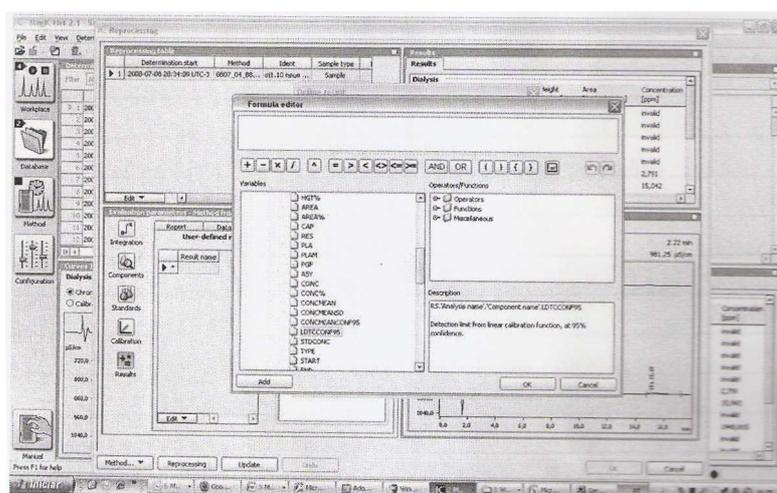

Figura 17.3 – Janela do software Magic Net IC.
- Clicar na lupinha do “Cálcio” (por exemplo) e depois um duplo clique em cima do “LDTCCONF95”, Figura 17.3;